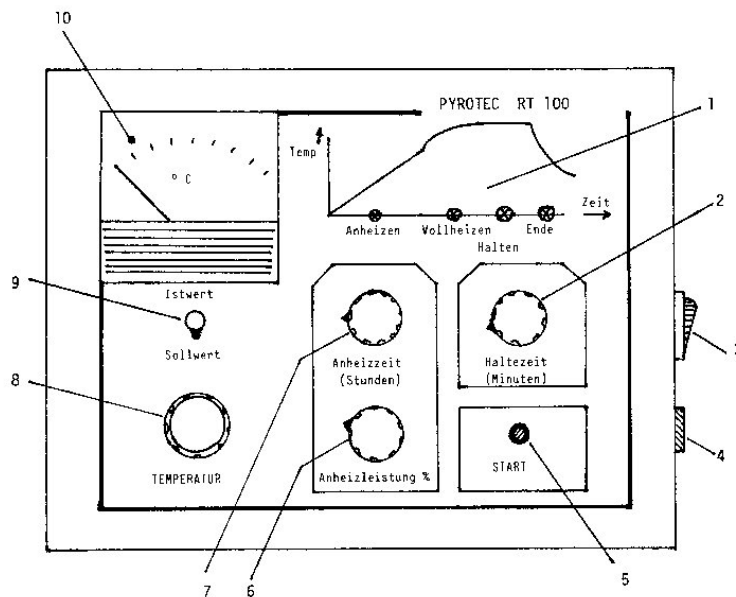

Abb. 1
Mit dem "Ein/Ausschalter" (vgl. Abbildung 1 Position 3) wird die Regelung eingeschaltet. Die rote Kontrollleuchte im Schalter (3) meldet die Betriebsbereitschaft des Gerätes.